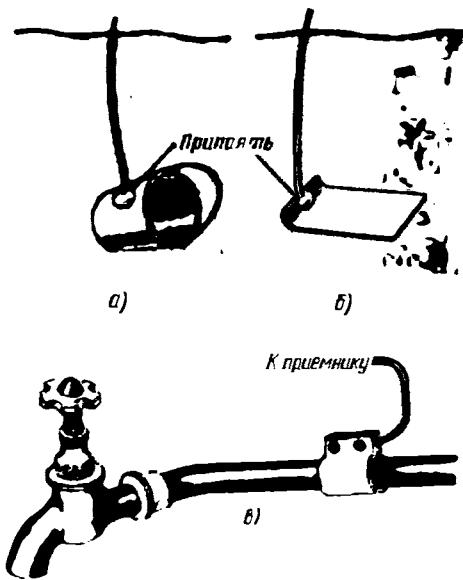

Рис. 21. Заземление
**Заземление.** Возможно ближе к окну, через которое ты предполагаешь вводить провода заземления и антенны, вырой яму такой глубины, где земля всегда сохраняет влагу. В яму уложи какой-нибудь металлический предмет, например старое, но не заржавевшее ведро (рис. 21, а) или лист оцинкованного железа (рис. 21, б) размерами примерно 50 × 100 см, предварительно приложив к нему отрезок провода такой длины, чтобы протянуть его до твоего рабочего места. Металлический предмет засыпь землей, но осторожно, чтобы не перерубить лопатой провод заземления, и хорошо утрамбуй землю. После этого провод заземления прикрепи к стене дома скобами, сделанными из гвоздей или стальной проволоки.
Если ты живешь в городе, то заземлением могут служить трубы водопровода, центрального парового или водяного отопления, так как они имеют хороший электрический контакт с землей. Трубу (по возможности ближе к твоему рабочему месту) надо осторожно зачистить до блеска напильником и тут обмотать этот участок трубы концом зачищенного медного провода, который пойдет к приемнику. Надежный контакт провода с трубой можно сделать и с помощью металлического хомута (рис. 21, в).